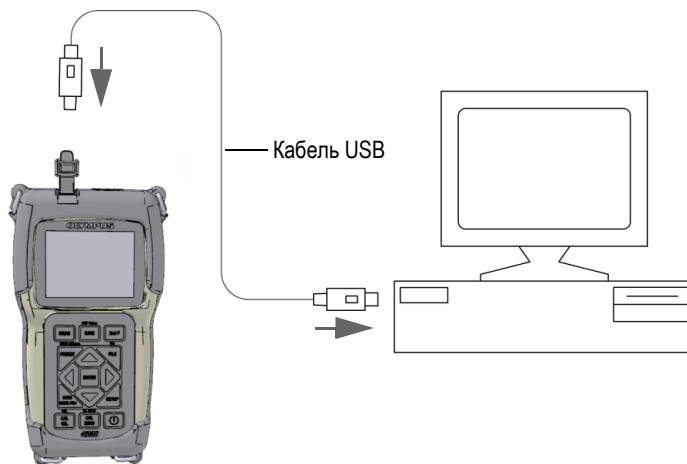

Рис. 11-1 Подключение 45MG к компьютеру
4. Один конец USB-кабеля подключите к разъему USB в верхней части 45MG, а другой конец кабеля USB подключите к разъему USB на компьютере (см. Рис. 11-1 на стр. 198).